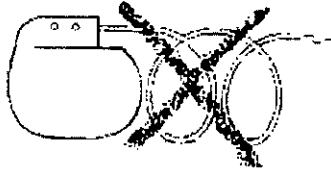

Figura 12. No enrolle el cable
- NO enrolle el cable. De hacerlo, se puede torcer y desplazar (Figura 12).